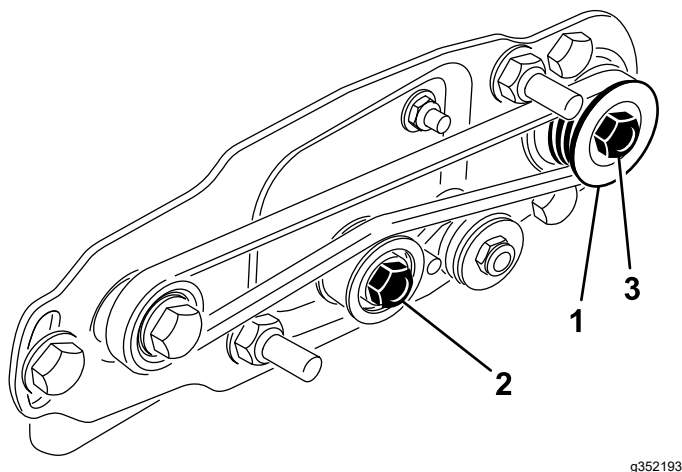
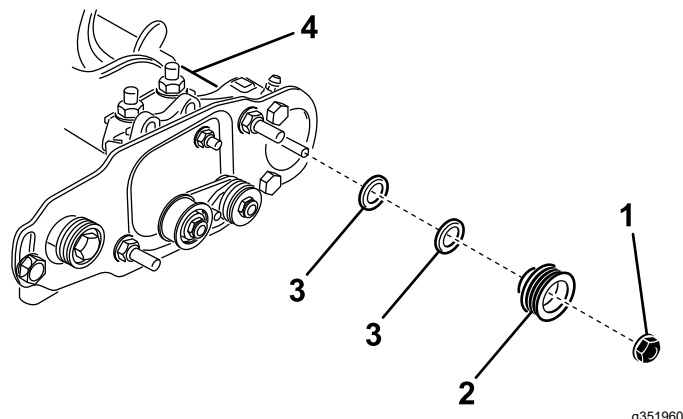

図 39
図 40
1. 受動プーリローラのシャフト位置は内外に動かすことができます 図 39。プーリをどちらに動かす必要があるのか確認する。
2. リールを回しながらつまり駆動プーリを回しながら、駆動プーリからベルトをはずす 図 39。
3. 受動プーリをブラシシャフトに固定しているロックナットを取り外す 図 39 または 図 40。シャフトが回転しないように、ローラブラシシャフトの平面に 1/2 in レンチを差し込む。
4. シャフトから受動プーリを取り外す 図 40。
5. プーリを外側に出したい場合には、0.8 mm 0.032 インチ厚のスペーサを1枚入れる 図 40。